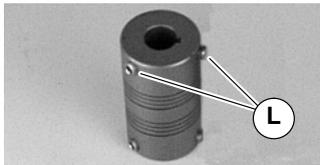

Abbildung 7
HINWEIS: Die Gelenkkupplung hat zwei (2) Madenschrauben (L siehe Abbildung 7).